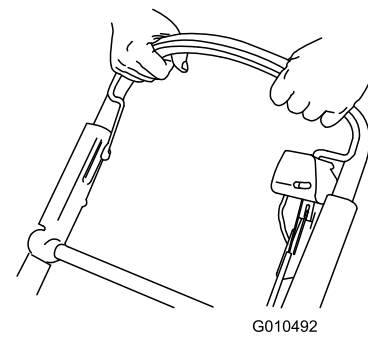

Figura 23
2. Sujete la barra de control de las cuchillas contra el manillar (Figura 23).